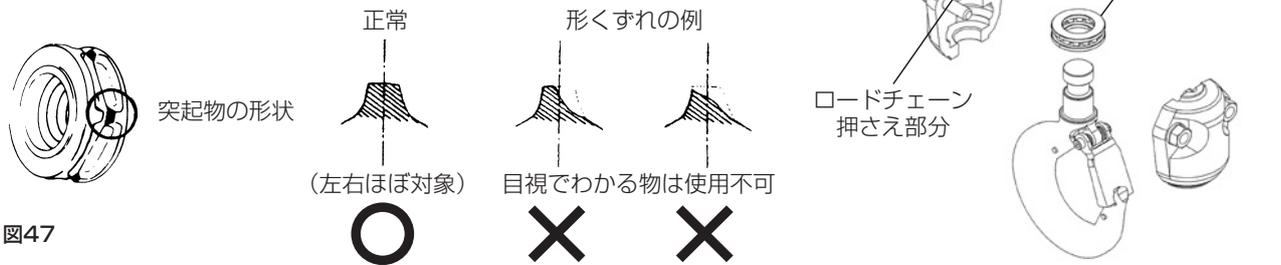

図47
- (1)複数掛けフックの遊び車の動きに異常がないこと。(手でチェーンを動かし確認すること)
- (2)遊び車とチェーンが噛み合う部分に目視で分かる異常・変形がないこと。
- (3)スラストベアリングに異常・変形がないこと。(図47)